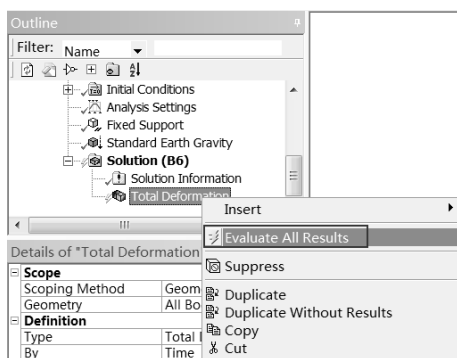

图 12-30 快捷菜单
Step3：如图 12-30 所示，右击 Solution(B6) 选项，在弹出的快捷菜单中选择 Evaluate All Results 命令，此时开始进行后处理计算。